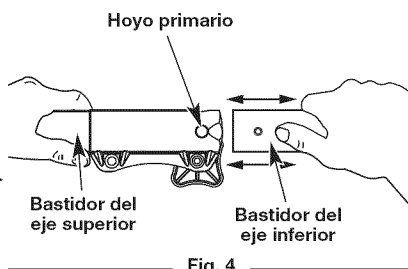

Fig. 4
- A la vez que sostiene firmemente el accesorio, empújelo derecho hacia el interior del acoplador Convertible™ hasta que el botón de desconexión encaje sólidamente en el orificio principal (Fig. 4).
- A la vez que sujeta la caja del eje superior, tire del accesorio recto hacia afuera del acoplador Convertible™ (Fig. 4).